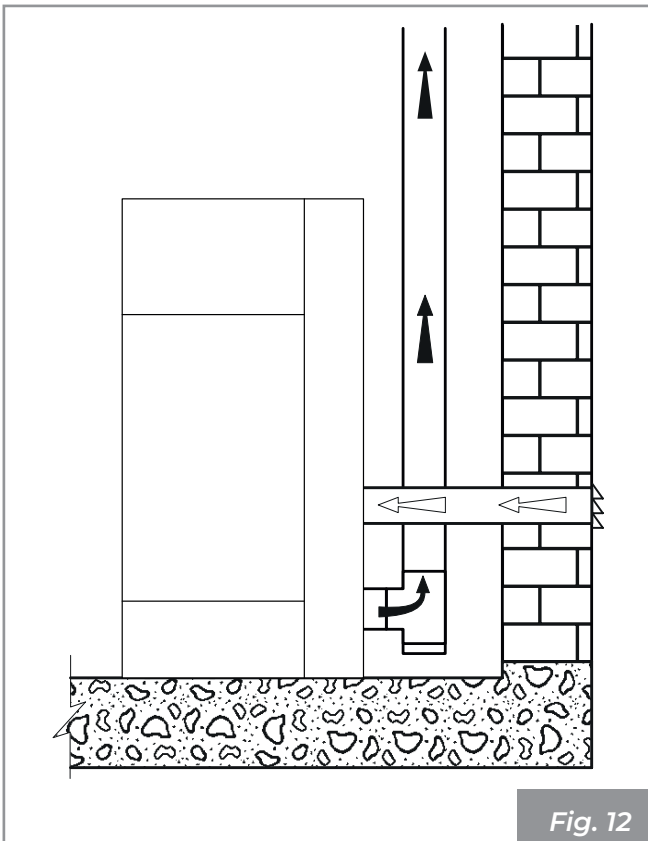

Fig. 12
- directamente desde el exterior con conexión directa a la cámara de combustión (**Fig. 12**).
En este caso se puede conectar la entrada de aire comburente del aparato a la toma de aire con un conducto adecuado (**Fig. 12**).